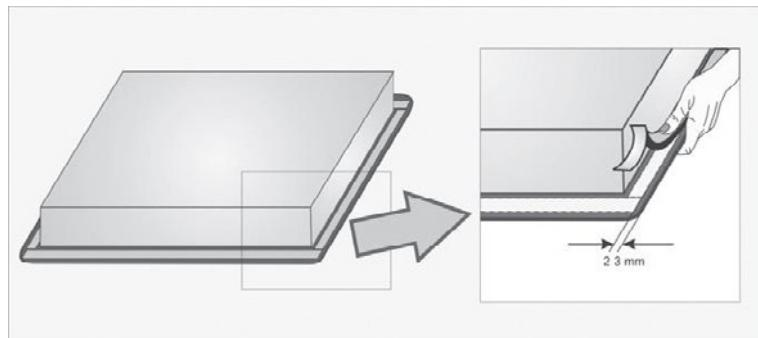

Рис. 3 Наклейивание уплотнителя
- наклейте уплотнитель (входит в комплект) на тыльную сторону стеклокерамической поверхности ровно по контуру панели (Рис. 3);